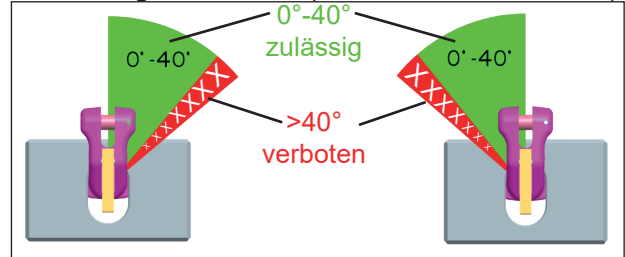

Abb. 4: Einsatzbereich VIP-Containerhaken VCH-K 16
3. Der VCH-K 16 darf nur im Winkelbereich 0-40° eingesetzt werden (siehe Abb. 4, grüner Bereich).
4. Der VCH-K 16 darf **nicht** im Winkelbereich von größer 40° eingesetzt werden (siehe Abb. 4, roter Bereich).